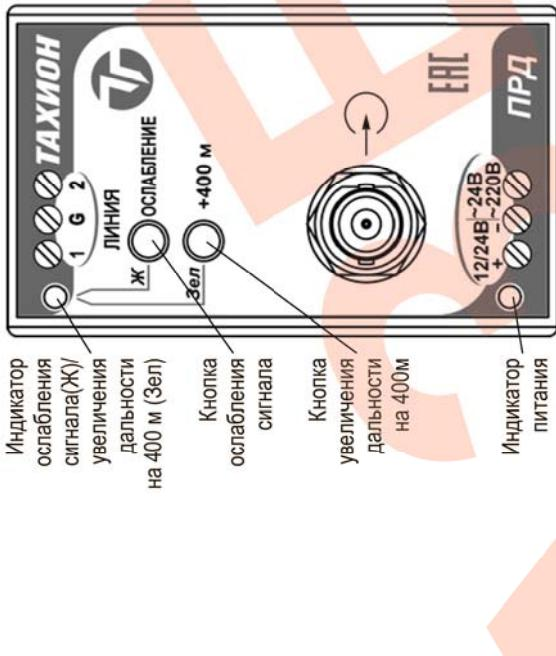
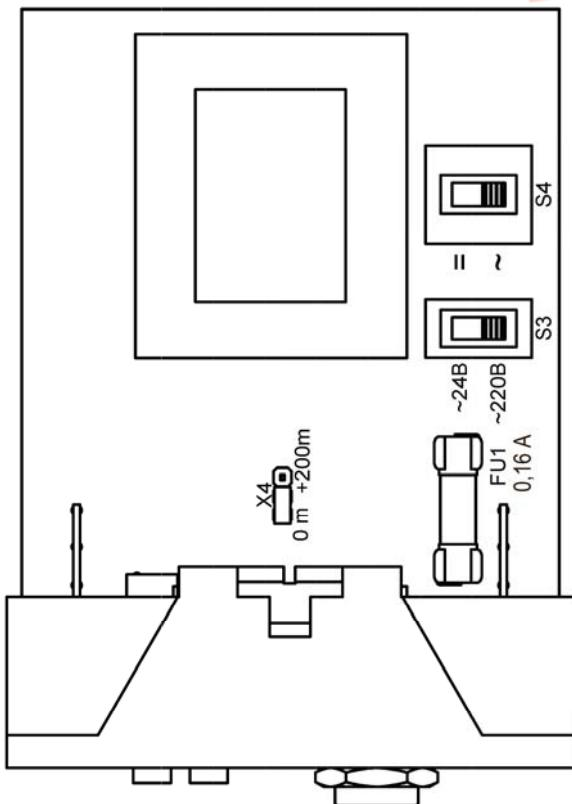
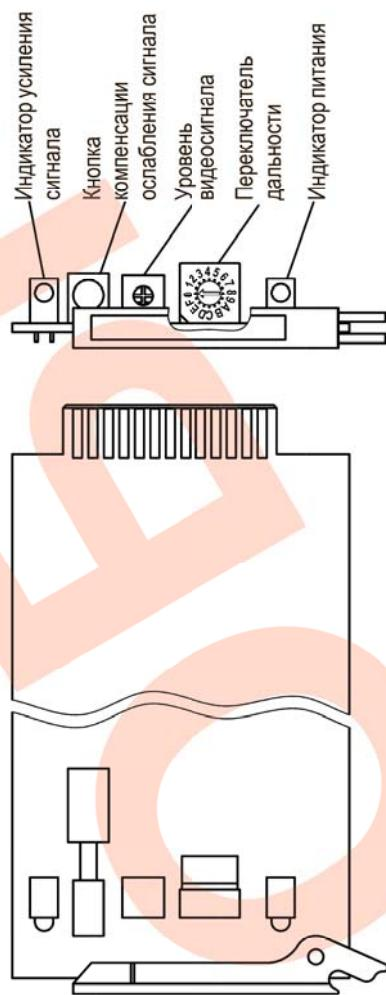

Рис.3 Передатчик
Рис.1 Плата передатчика
Рис.2 Плата приёмника
5. Переключателем дальности, расположенным на плате приёмника (рис.2), установить значение длины линии по таблице 1.
Переключатель имеет два диапазона: $100 \div 1600$ м и $1700 \div 2000$ м, для перехода на второй диапазон необходимо нажать на передатчике кнопку «+400 м» (рис.3). Смотри таблицу 1.
При длине линии выше 2000 м, но не более 2200 м надо на плате передатчика переставить перемычку X4 в положение «+200м» (рис.1) и нажать кнопку «+400 м» (рис.3), на плате приёмника переключатель дальности установить в положение F.
6.1. Регулировка уровня выходного сигнала (потенциометр «Уровень видеосигнала», рис.2) позволяет выровнять уровни видеосигналов от различных камер на видеовходах аппаратуры коммутации и регистрации. Для точной установки размаха полного видеосигнала от уровня синхронизирующих импульсов до уровня белого, равного 1В на нагрузке 75 Ом, необходимо использовать осциллограф.
6.2. Для устранения перекре́стных помех, возникающих при использовании одного кабеля для передачи удалённого (остабленного) сигнала и сигнала от близко расположенного (100 м - 600 м) к приёмнику передатчика, рекомендуется использовать кнопки «ОСЛАБЛЕНИЕ» (рис.3) и кнопку компенсации ослабления сигнала (рис.2). При нажатии, на близко расположенному к приёмнику передатчику, кнопки «ОСЛАБЛЕНИЕ» сигнал ослабляется на 16 дБ, для восстановления сигнала до 0 дБ на соответствующем приёмнике необходимо нажать кнопку компенсации ослабления сигнала, при этом загорается жёлтый индикатор.